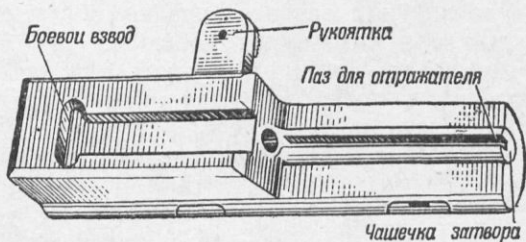

Рис. 9. Затвор
**8. Затвор** (рис. 9) служит для извлечения патрона из приёмника магазина, досылания его в патронник, закрывания канала ствола при выстреле, производства выстрела и извлечения